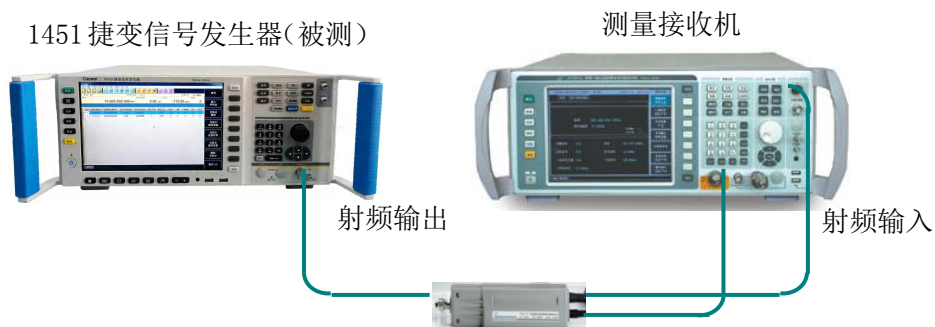

图6.6 最大输出功率、最小输出功率和功率准确度等测试
测试框图：见图 6.6
- 1) 如图 6.6 连接设备，开机预热至少 30min。
1) 如图 6.6 连接设备，开机预热至少 30min。